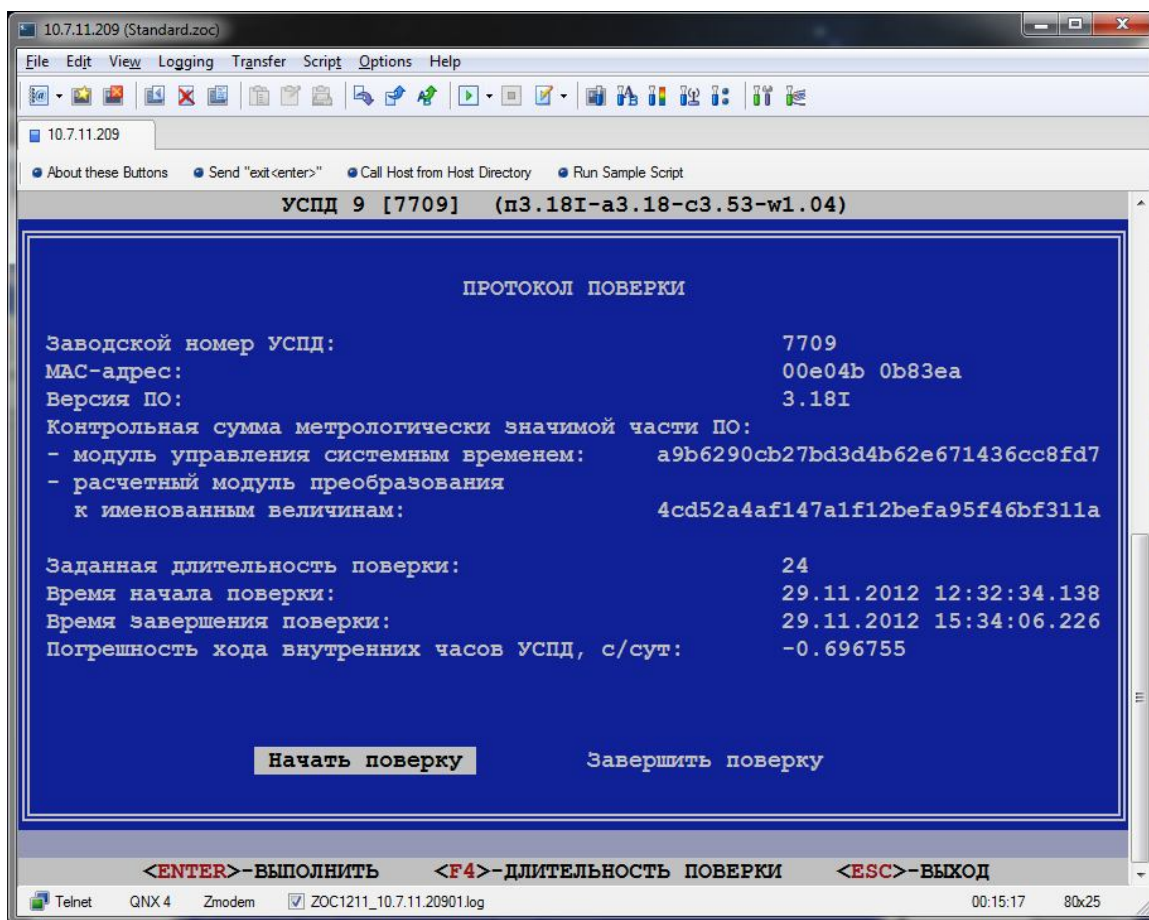

Рисунок 27
6.5.1.9. В окне программы эмулятора терминала должно появиться главное окно программы для выполнения метрологической поверки рисунок 27.